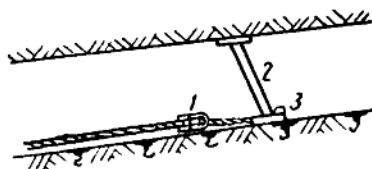

图3 固定滑輪的第一种方法
1. 将滑輪拴在固定支柱上，固定支柱与底板成70度交角，支柱下面穿鉄鞋，滑輪上的鋼絲繩就拴在鉄鞋上。如果頂板破碎，支柱頂上还应该戴帽，以防支柱穿进頂板，参看图3。